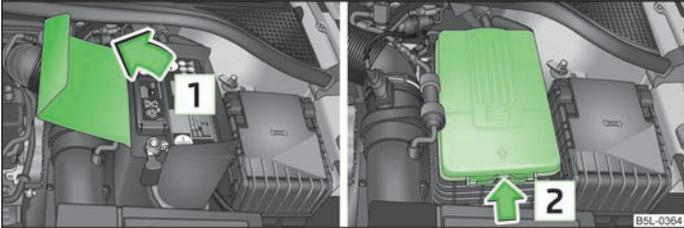

Abb. 148 Motorraum: Polyester-Abdeckung der Fahrzeugbatterie / Kunststoffabdeckung der Fahrzeugbatterie
- Die Batterie befindet sich im Motorraum in einer Polyester-Abdeckung » Abb. 148 bzw. in einer Kunststoffabdeckung » Abb. 148.
- Die Batterieabdeckung in Pfeilrichtung öffnen bzw. die Verrastung an der Seite der Batterieabdeckung in Pfeilrichtung drücken » Abb. 148, die Abdeckung nach oben klappen und entnehmen.
Der Rand der Polyester-Batterieabdeckung » Abb. 148 wird bei Arbeiten an der Batterie zwischen Batterie und Seitenwand der Batterieabdeckung eingesteckt. ■